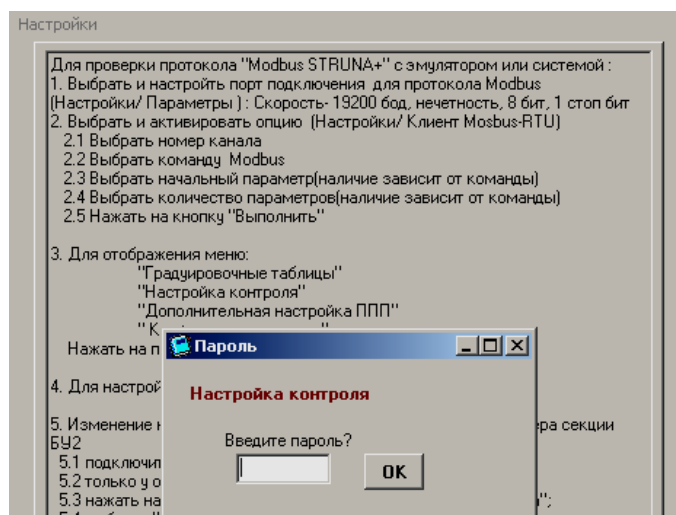

Рисунок 4.2
4.3 Ввести системный пароль (рисунок 4.2) для входа в форму настройки контроля. Первичный системный пароль – 11907 (смена пароля выполняется с БИ1 или в формах настройки контроля).